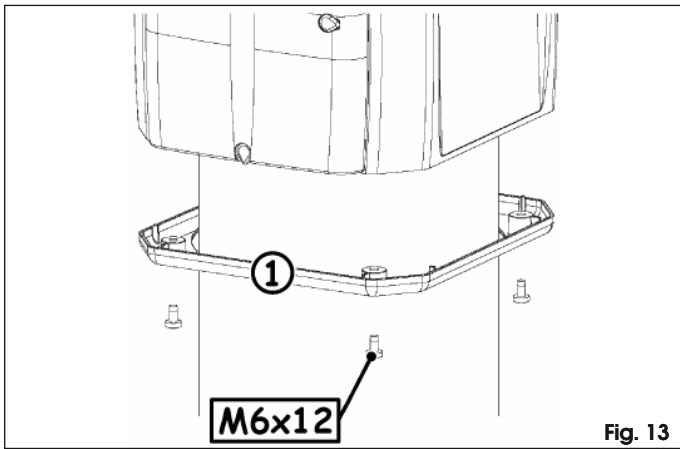

Fig. 13
11. Zet de onderkant van de behuizing Fig. 13 ref. ①, op zijn plaats, en zet hem vast met de vier bijgeleverde schroeven.